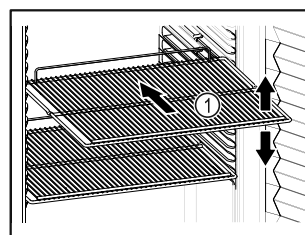

Fig. 49
- Ak sa dajú odkladacie rošty Fig. 49 (1) premiestniť, prispôbte výšku.